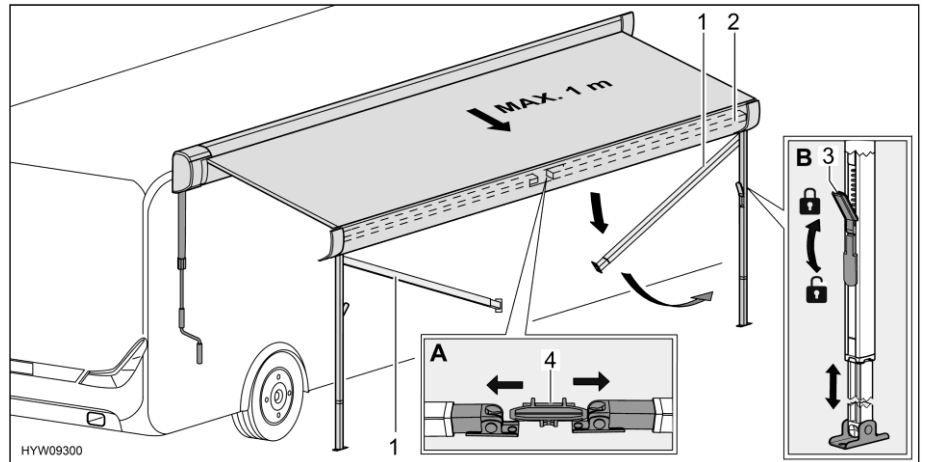

Fig. 30 Préparer les pieds d'appui
- Détacher les pieds d'appui (Fig. 30,1) de sur leur support (Fig. 30,4) situé dans le listeau frontal (Fig. 30,2). Pousser pour ce faire légèrement les pieds d'appui vers l'extérieur (Fig. 30,A).
- Débloquer les dispositifs de verrouillage (Fig. 30,3) des pieds d'appui. Pour ce faire, rabattre le levier de verrouillage vers le bas.
- Faire sortir la partie inférieure des pieds d'appui à la longueur désirée (Fig. 30,B).
- Bloquer les dispositifs de verrouillages (Fig. 30,3) des pieds d'appui. Pour ce faire, rabattre le levier de verrouillage vers le haut.